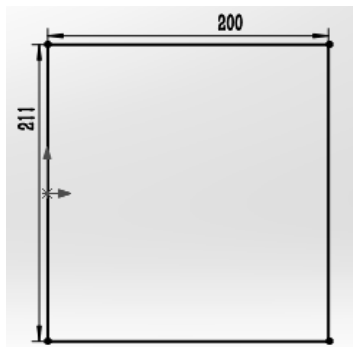

图 7-77 草图 1
(1) 启动 SolidWorks，单击文件→新建命令，选择零件图标，然后单击确定，进入建模环境。
(2) 选择上视基准面上视基准面，单击草图绘制，绘制草图 1，如图 7-77 所示。